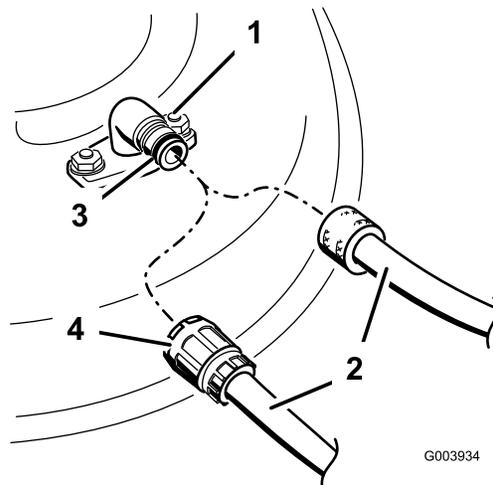

Figure 47
- Fixez un flexible à l'embout de lavage et ouvrez l'arrivée d'eau à fond (Figure 47).